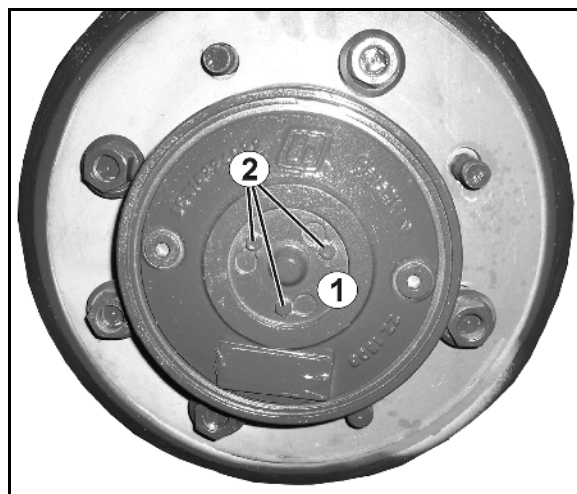

Bild 132
När maskinen måste bogseras, kan de hattformiga locken (Bild 132/1) vridas.
1. Lossa skruvarna (Bild 132/2).